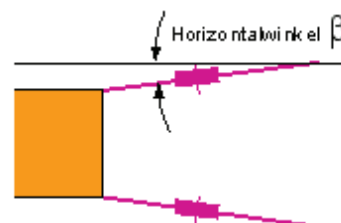

Bild 2:
- α = Vertikalwinkel (Winkel zwischen Ladefläche und Kettenstrang - siehe Bild 2)